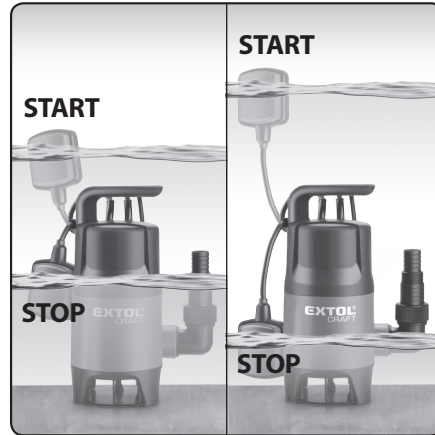

Abb. 2
- Die einstellbare Schwimmerkabellänge ermöglicht es, bei welcher Wasserspiegelhöhe sich die Pumpe Ein- und Ausschalten soll, siehe Abb. 2.
- Damit der Schwimmerschalter richtig funktioniert, darf die Entfernung zwischen diesem und der Aufhängung von seinem Kabel nicht zu klein sein. Das beschriebene Prinzip ist auf der Abb. 2 dargestellt.
6. Damit der Schwimmerschalter richtig funktioniert, darf die Entfernung zwischen diesem und der Aufhängung von seinem Kabel nicht zu klein sein. Das beschriebene Prinzip ist auf der Abb. 2 dargestellt.